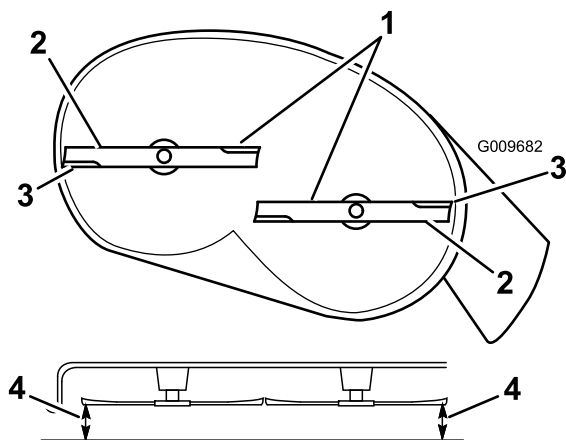
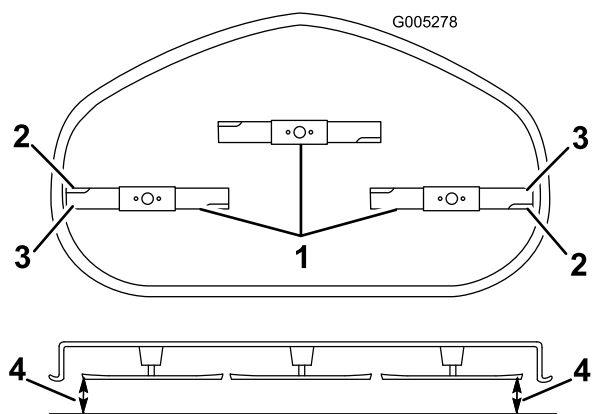

Figura 50
Figura 51
- Gire cuidadosamente las cuchillas hasta que estén todas orientadas lateralmente (Figura 50 y Figura 51).
5. Mida entre los bordes de corte exteriores y la superficie plana (Figura 50 y Figura 51).